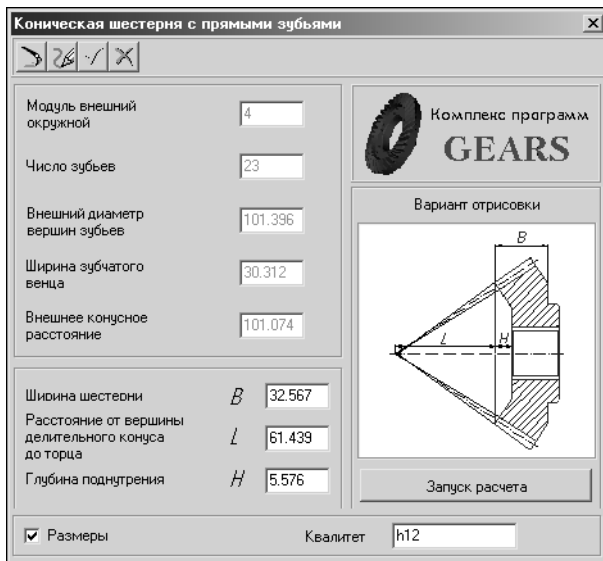

Рис. 4.49.
Чтобы построить шестерню конической зубчатой передачи с прямыми зубьями, нажмите кнопку **Элементы механических передач внешнего контура**, расположенную на инструментальной панели внешнего контура. В раскрывшемся дополнительном меню со списком элементов механических передач выберите команду **Шестерня конической передачи с прямыми зубьями**. Откроется окно, в котором нужно задать параметры для расчета (рис. 4.49).
5. После выполнения расчетов на экране появится окно, в котором предлагается выбрать для дальнейшей работы одно из зубчатых колес передачи. Выберите объект построения и нажмите кнопку **ОК**. Основные параметры выбранного зубчатого колеса будут показаны в качестве справочных данных в левой верхней части окна (рис. 4.49).